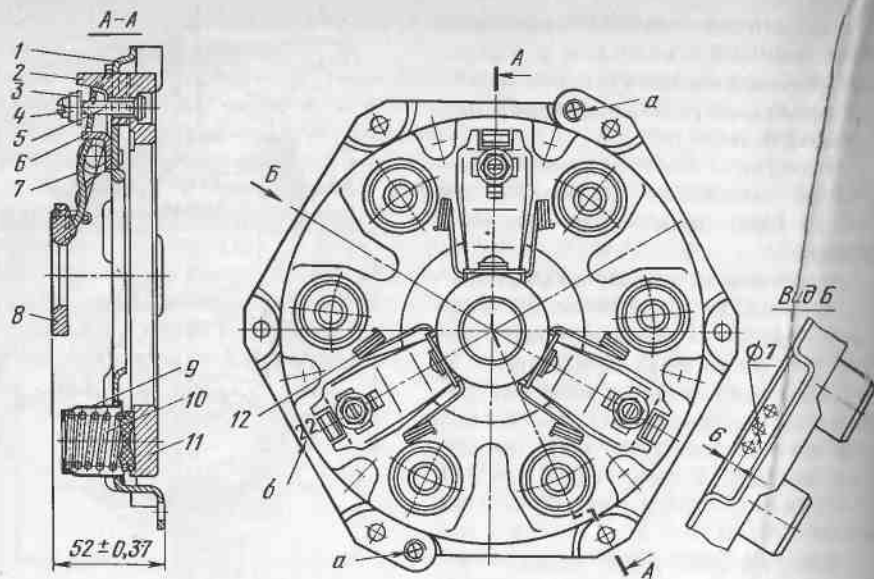
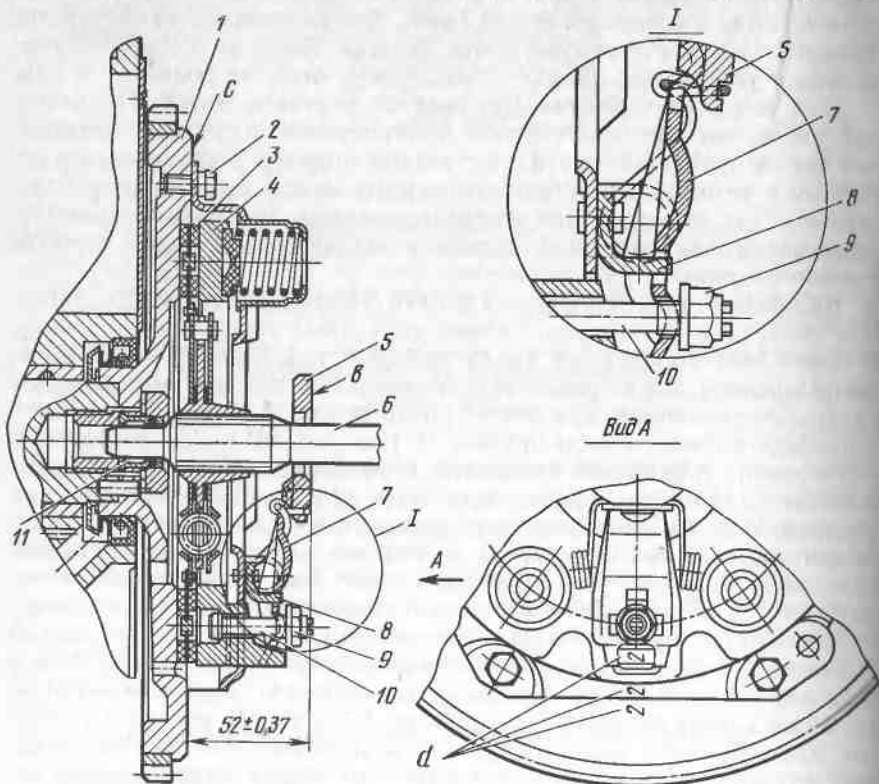

Рис. 101. Нажимной диск сцепления с кожухом в сборе:
Рис. 102. Установка ведомого диска сцепления с помощью оправки:
Для снятия сцепления необходимо: снять с автомобиля двигатель; убедиться в наличии меток на маховике и кожухе сцепления, определяющих их взаимное расположение, и снять сцепление; перед разборкой сцепления очистить от пыли и грязи, убедиться в наличии меток, определяющих взаимное расположение кожуха и нажимного диска для установки их по меткам при последующей сборке; установить нажимной диск в сборе с кожухом на специальное приспособление (рис. 100); распилить буртики регулировочных гаек 4 (рис. 101), вдавленные в пазы пальцев 5; с помощью ключа и отвертки отвернуть регулировочные гайки 4, снять опорные шайбы 3,
пята 8, рычаги 7 и пружины 12; отвернуть рукоятку 5 приспособления (см. рис. 100), снять скобу 4, кожух 1 (см. рис. 101), стаканы 9, нажимные пружины 10 и термоизоляционные прокладки 11; для снятия вилки выключения сцепления, установленной на оси, крепящейся на опорах картера сцепления, необходимо снять с оси пружинное кольцо и шайбу; отвернуть гайку, снять шайбу, выбить клин, фиксирующий вилку на оси, извлечь ось вилки из опор картера сцепления и снять вилку выключения сцепления.
**Нажимной диск.** Нужно проверить рабочую поверхность диска. При обнаружении задиров, забоин, кольцевых рисок, следов износа, а также при короблении диска рабочую поверхность необходимо шлифовать. При этом следует помнить, что при шлифовании уменьшается толщина нажимного диска и в связи с этим уменьшается суммарное рабочее усилие пружин 10 (см. рис. 101). Для сохранения этого усилия при сборке сцепления необходима установка дополнительных шайб между торцами прокладок 11 и опорными площадками нажимного диска. Толщина шайб должна быть равна толщине снятого при шлифовании слоя металла. Рабочие поверхности нажимных рычагов 7, упорных стоек 6, опорных шайб 3 не должны иметь износа более 0,2 мм. При большем износе изношенные детали заменяют.
(см. рис. 101) упорных стоек 6, рычагов 7 и пяты 8 необходимо смазать смазкой № 158. Предварительно нужно отрегулировать положение пяты [размер  $(52 \pm 0,37)$  мм]. При этом регулировочные гайки 4 не стопорить. После снятия сцепления с приспособления производят его прокачку, нажимая на пята при помощи рычажного или винтового пресса. Ход пяты при этом должен быть 11 мм при проведении не менее 150 циклов. Устанавливают оправку 6 (рис. 102) и подшипник 11, а на шлицы оправки — ведомый диск сцепления 3. При установке нажимного диска метки *d* на маховике и кожухе должны быть совмещены. Крепление сцепления на маховике производят болтами 2, затянув их моментом 1,6...2,0 кгс·м. Окончательная регулировка положения пяты 5 производится с использованием приспособления (см. рис. 86). Размер  $(52 \pm 0,37)$  мм и параллельность плоскости *b* пяты относительно плоскости *c* маховика осуществляются с помощью регулировочных гаек (см. рис. 102). При регулировке рычаги 7 необходимо сдвинуть в крайнее положение до упора в стойки 8. Биение плоскости *b* допускается не более 0,1 мм. После регулировки следует зафиксировать клещами (рис. 103) регулировочные гайки 2, вдавив бурт на гайках в продольную прорезь на торцах пальцев 3.